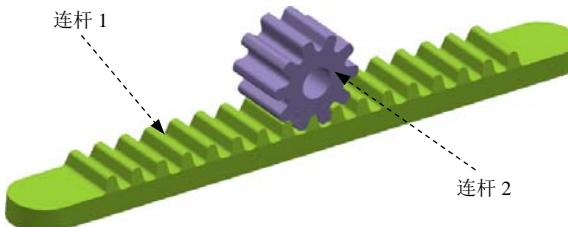

图 5.2.1 齿轮齿条机构模型
下面以图 5.2.1 所示机构模型为例，说明创建齿轮齿条副的一般过程。
Step5. 定义连杆 1。选择下拉菜单 **插入(I)** →  **链接(L)...** 命令，系统弹出“连杆”对话框；选取图 5.2.1 所示的齿条为连杆 1；在 **质量属性选项** 下拉列表中选择 **自动** 选项；在 **设置** 区域中取消选中  **固定连杆** 复选框；在 **名称** 文本框中采用默认的连杆名称“L001”；单击 **应用** 按钮，完成连杆 1 的定义。
Step6. 定义连杆 2。选取图 5.2.1 所示的小齿轮为连杆 2；在 **质量属性选项** 下拉列表中选择 **自动** 选项；在 **设置** 区域中取消选中  **固定连杆** 复选框；在 **名称** 文本框中采用默认的连杆名称